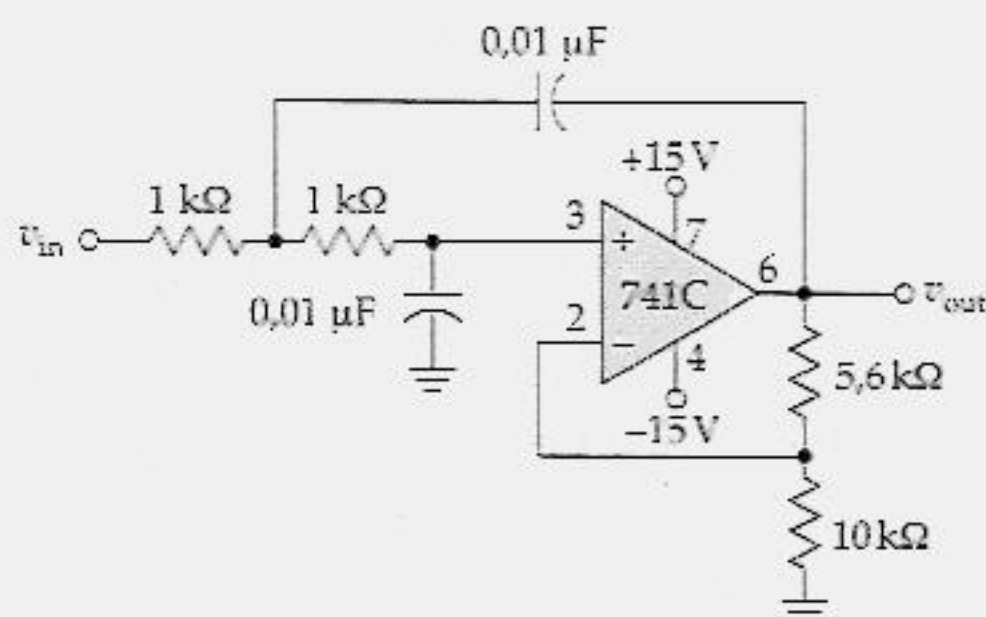

Figura 20.45
- 20.24 A Figura 20.45 mostra um filtro de dois pólos. Qual a tensão de saída na banda média? E a frequência de corte?
- 20.25 Considere que os valores de todas as resistências da Figura 20.45 sejam dobrados. Qual a tensão de saída na banda média? E a frequência de corte?